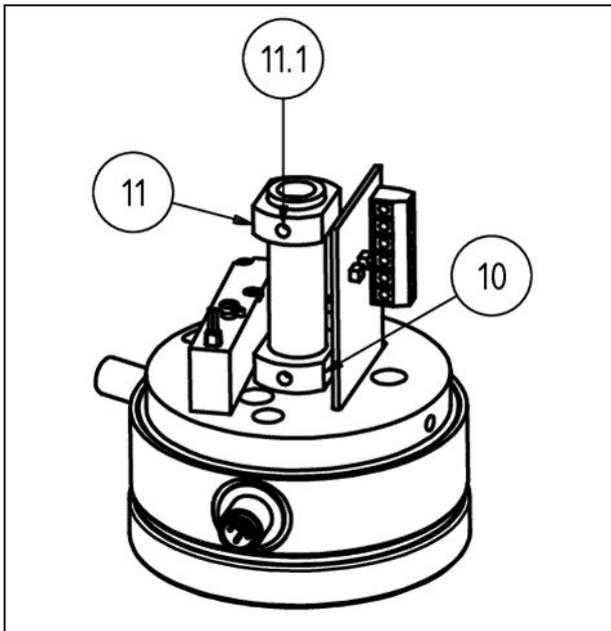

Abb. 4-11: Umbau von NC auf NO VMON-Standardantrieb
- Lösen Sie den Gewindestift M4 mit Innensechskant (Abb. 4-11, Pos. 11.1) am Positionsabgreifer (Abb. 4-11, Pos. 11).
- Ziehen Sie den Gewindestift (Abb. 4-11, Pos. 11.1) wieder fest.